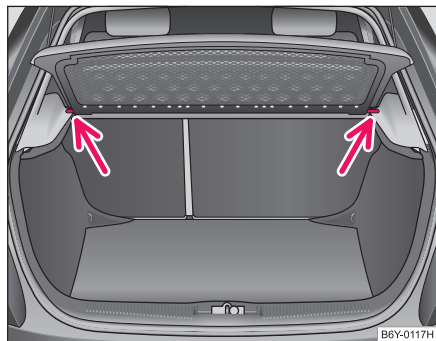

Fig. 55 Demontarea raftului din portbagaj
- Împingeți raftul în spate, pentru a-l scoate din elementele de prindere ⇒ Fig. 55.